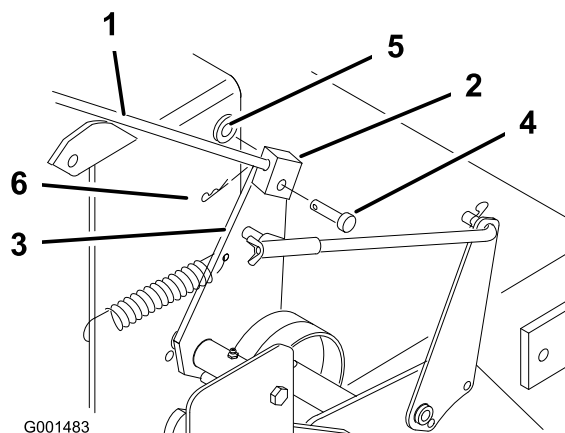

Figure 20
1. Retirez la goupille fendue, la rondelle et l'axe de chape qui fixent la tige de commande au support de la poulie de tension (Figure 20).